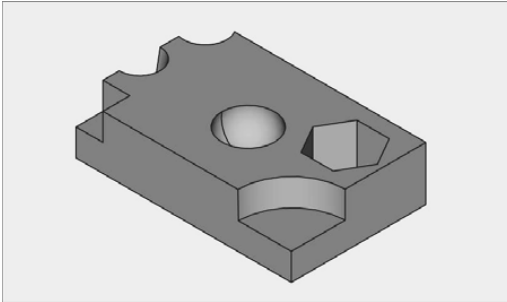

Abbildung 5.27: Quader und abgezogene Grundkörper
1. Laden Sie die Datei Aufgabe-05-13.FCStd, einen Quader mit den unterschiedlichsten Ausbrüchen (siehe Abbildung 5.27).